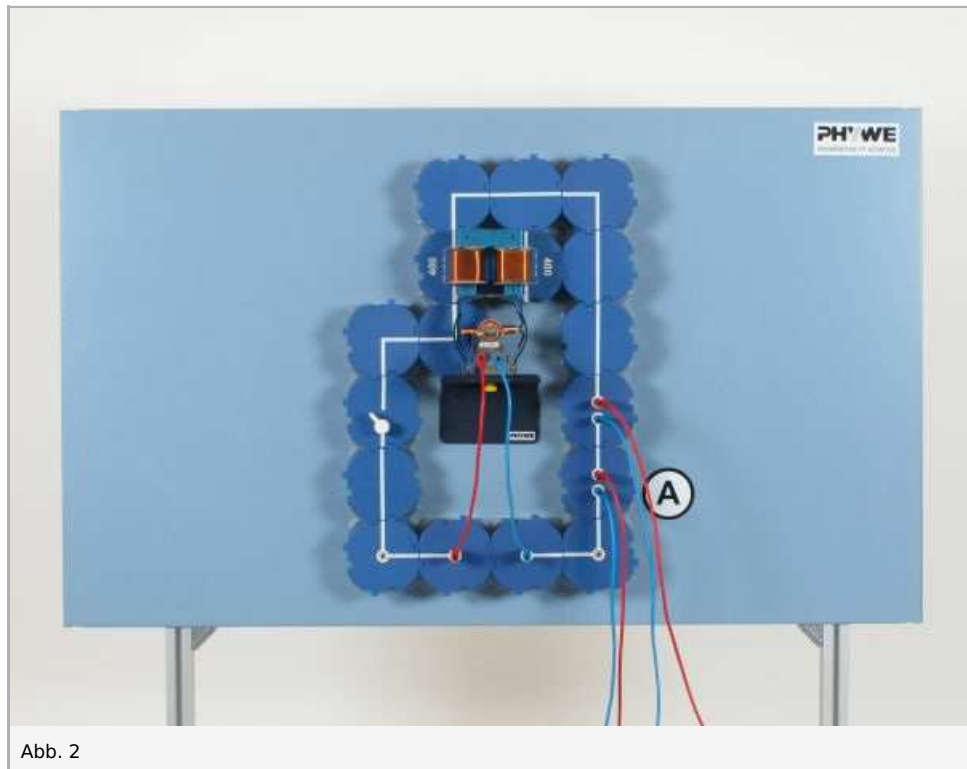

Abb. 2
- Schalter schließen, Drehsinn des Ankers beobachten und mit dem vorherigen Drehsinn vergleichen (1)
- Schalter schließen, Drehsinn des Ankers beobachten und mit dem Drehsinn zu Beginn des Versuches vergleichen (2)
- Betriebsspannung zwischen 4 V- und 6 V- ändern und dabei die Drehzahl des Ankers beobachten (3)
- Wieder Betriebsspannung 6 V- einstellen und den Motor belasten; dazu den Anker durch Fingerdruck auf die vordere Riemenscheibe abbremsen; Drehzahl und Verhalten des Strommessers beobachten (4)
- Bei geöffnetem Schalter Versuchsaufbau entsprechend Abb. 2 verändern: eine der beiden Feldspulen aus dem Stromkreis ausschalten und den Messbereich 3 A~ einstellen
- Spannung von 15 V~ anlegen, Stromkreis schließen und Motor beobachten (5)